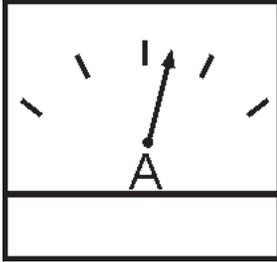

Figura 53. Amperímetro (carga)
16. Observe el amperímetro del generador (Figura 53) y verifique que muestre la cantidad anticipada de corriente con respecto a la carga. El amperímetro solo mostrará una lectura de corriente si una carga esta en uso.